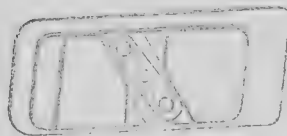

Рис. 56. Щечка
97. Щечки (рис. 56) рукоятки прикрывают боковые окна рукоятки и служат для удобства держания пистолета в руке. Они имеют: на наружной поверхности — **желобки**; на внутренней — **выборки** для тяги спуска, **выступы** и **выборки** для закрепляющих планок щечек; левая щека, кроме того, внизу имеет **выем** и **срез** для ушка.